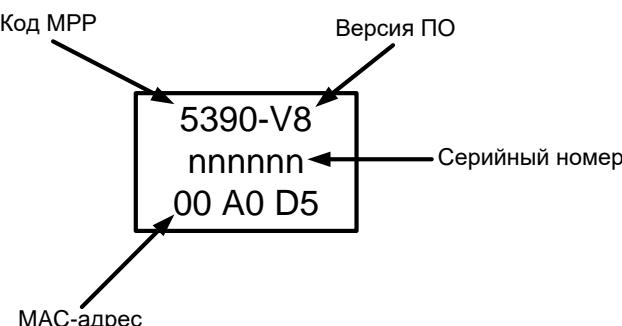

Рисунок 5 - Шильдик на плате МРР
- Поле «**MAC адрес**» содержит уникальный трехбайтовый код, который присваивается МРР на этапе производства. Значение MAC-адреса указано на шильдике, который приклеен на лицевой стороне платы (см. рисунок 5);